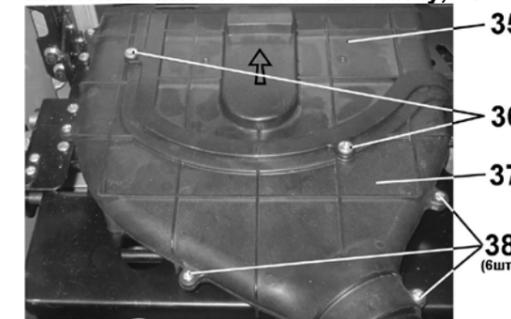

Рис. 12
9. ЗАМЕНА ПИЛЬНОГО ДИСКА (Рис. 12 ÷15)